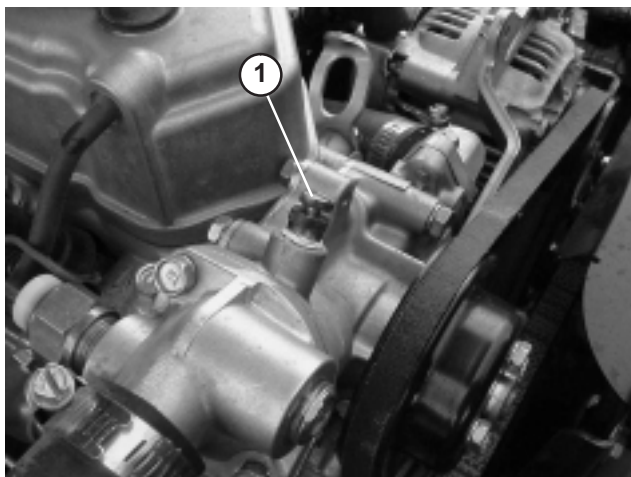

Bild 47
5. Öffnen Sie die Entlüftungsschraube oben an der Wasserpumpe (Bild 47).